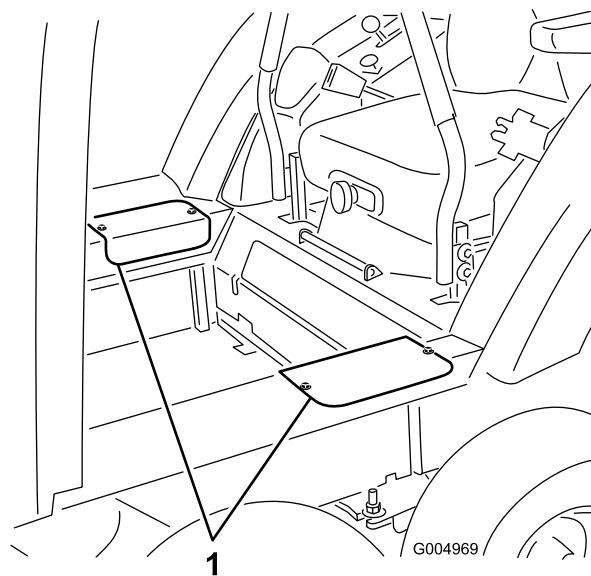

Figure 50
24. Posez les couvercles d'accès latéraux avec les vis retirées précédemment (Figure 50).